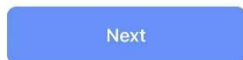

Fig.1
Apparirà un messaggio con la richiesta di utilizzare una rete Wi-Fi a 2,4 GHz. L'app non supporta le reti Wi-Fi a 5 GHz. Inserire la password della propria rete Wi-Fi ed effettuare il collegamento alla rete Wi-Fi. Apparirà la schermata illustrata in Fig. 1.
6. Premere "Next" (Fig. 1). Apparirà un messaggio con la richiesta di controllare lo stato dell'indicatore Wi-Fi (Fig. 2).